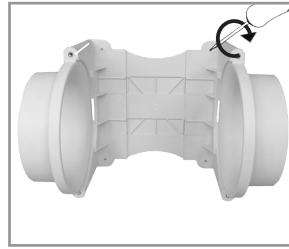

Fig.4
- replace the fan body (Fig. 4) in-between the spigots and tighten the four screws.
- fixer le corps de l'aérateur (Fig. 4) entre les piquages et resserrer le quatre vis.